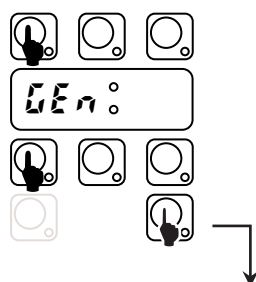

Fig. 17 Entrar en el modo usuario (presione 5 segundos).
- "Entre en MODO AJUSTE presionando juntas las teclas ON/OFF y CICLO_1 por lo menos cinco segundos en pantalla aparece  (Fig. 17);